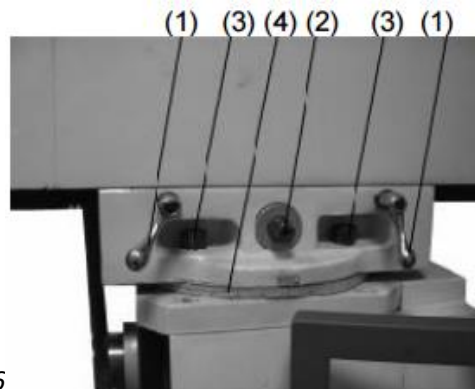
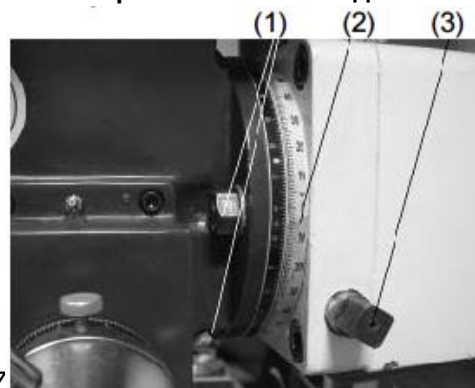

Рис.6
Рис.7
Взаимное расположение рукояток коробки скоростей вертикального шпинделя позволяет установить необходимую частоту вращения, Рис.6
Для перемещения консоли с вертикальным шпинделем необходимо ослабить 2 рукоятки (1) направляющих и поворачивая ключом вал (2) установить консоль в необходимое положение. Зафиксируйте консоль 2 рукоятками (1), Рис.7 Для поворота консоли необходимо ослабить 4 фиксирующих винта (3) и поворачивая вручную, установить консоль в необходимое положение. Угол поворота можно контролировать по шкале (4), Рис.6.
извлечь позиционирующий штифт и поворачивая ключом 4х-гранный винт (3) влево или вправо, установить голову в необходимое положение, угол наклона можно контролировать по шкале (2), Рис.7. Зафиксируйте выбранное положение, затянув 2 гайки (1).